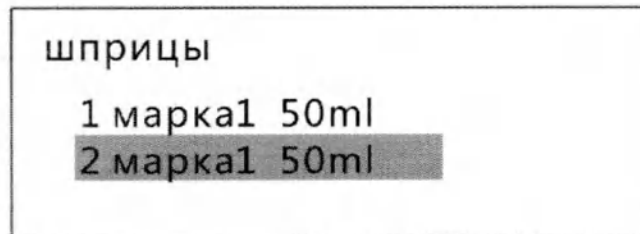

Рис. 4-5
- Если переключатель «Модель» установлен в положение «ВКЛ», откройте экран выбора марки шприца, после чего можно выбрать марку и технические характеристики используемого в данный момент шприца. Поворачивайте регулятор, чтобы увидеть все доступные марки шприцев, и нажмите на него, чтобы выбрать выделенную марку, как показано на рис. 4-5.
- Если переключатель «Модель» установлен в положение «ВЫКЛ»: при использовании только 1 распространенной марки шприца перейдите на следующий экран; при использовании не менее 2 распространенных марок шприца перейдите на экран выбора марки шприца, где можно выбрать марку и технические характеристики используемого в данный момент шприца. Поворачивайте регулятор, чтобы увидеть все доступные марки шприцев, и нажмите на него, чтобы выбрать выделенную марку, как показано на рис. 4-5.